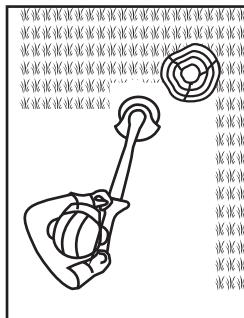

Fig. 19
4. Sortir le protecteur de plantes (13) pour éviter que le dispositif de coupe n'entre en contact avec des objets durs tels que des murs et des bordures de trottoir (Fig. 19, 20).